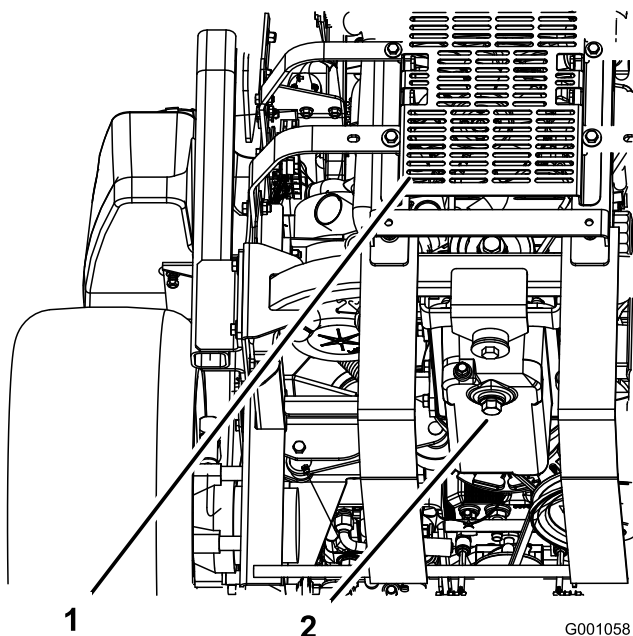

Bild 47
5. Stellen Sie eine Auffangwanne unter die Ölablassschraube. Entfernen Sie die Ablassschraube (Bild 47) und lassen das Öl vollständig ablaufen.